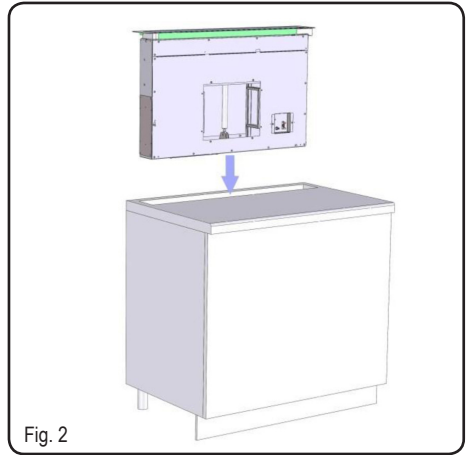

Fig. 2
- Installare la cappa nel foro praticato, inserendolo da sopra, come indicato (Fig. 2).